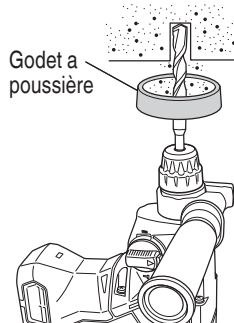
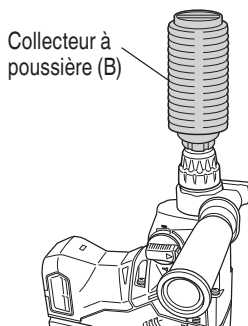

Fig. 9
Fig. 10
4. Lors de l'installation de la capuchon à poussière ou du collecteur de de poussière (B) (accessoires en option) (Fig. 9, Fig. 10)
Utiliser la capuchone à poussière en la fixant au foret comme montré dans la Fig. 9.
- Pose du collecteur à poussière (B)
Lors de l'utilisation du collecteur à poussière (B), l'insérer par le bout du foret en l'alignant avec la rainure sur la poignée. (Fig. 10)